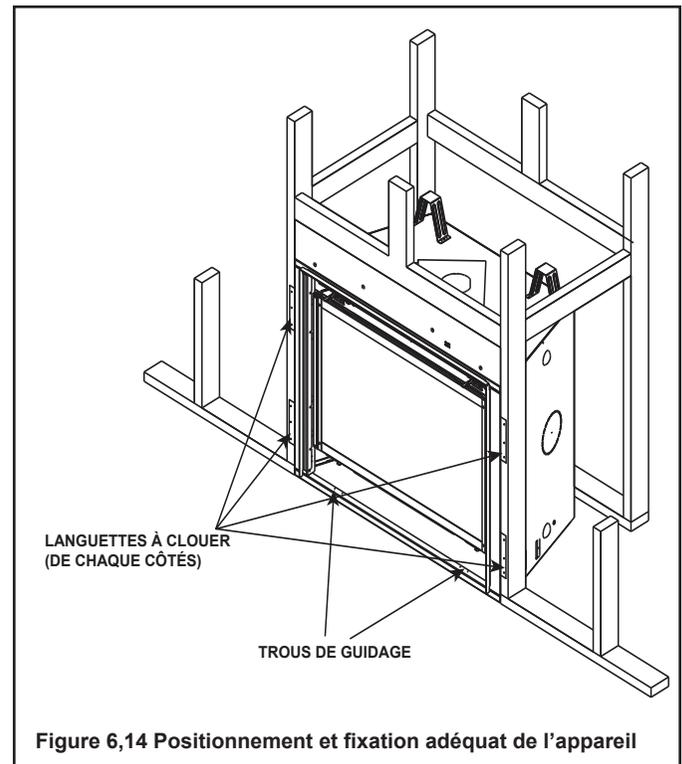

Figure 6.14 Positionnement et fixation adéquate de l'appareil
- Placez l'unité de façon à ce les diagonales aient la même longueur à 2 mm (1/4 po) près. Voir la figure 6.14.